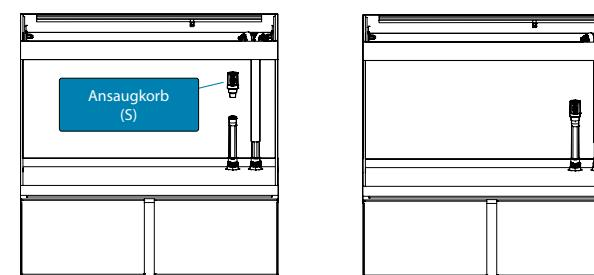

Abb. 5
- Schieben Sie den Ansaugkorb (S) auf das Verbindungsrohr (A) (Abb. 5). Das Endergebnis ist in Abb. 6 und Abb. 7 zu sehen.